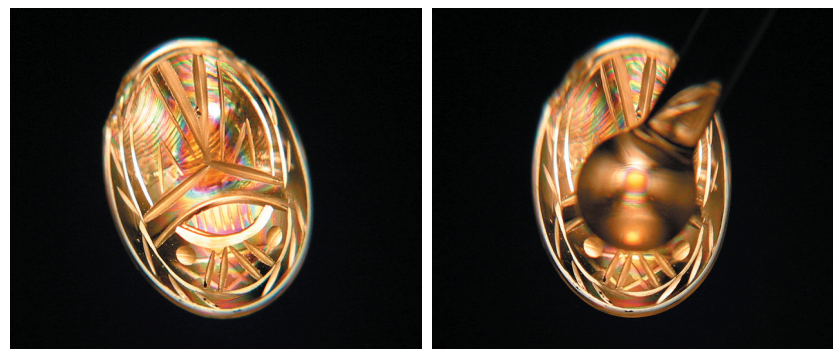
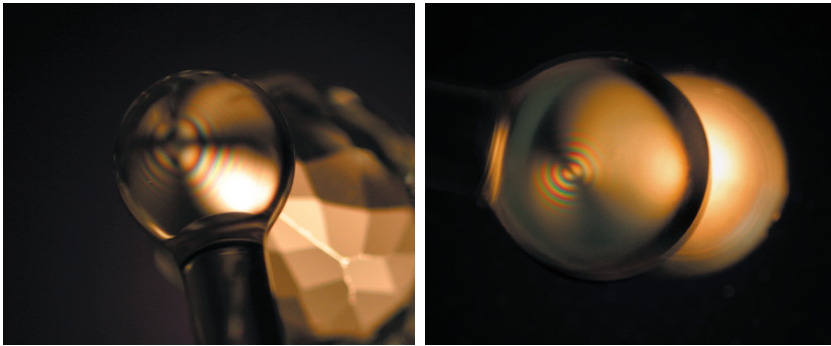

图 2. 干涉色沿光轴出现(右)。将聚光棒放在干涉色最亮的区域上方，观察光图。
图 3. 典型的单轴图形(左)和典型的双轴图形(右)。
6. 将聚光棒放在干涉色最亮的区域上方、或者接近或接触该区域，观察光图(见图 2)。参见下一页图 3 中的单轴宝石和双轴宝石的典型图案。